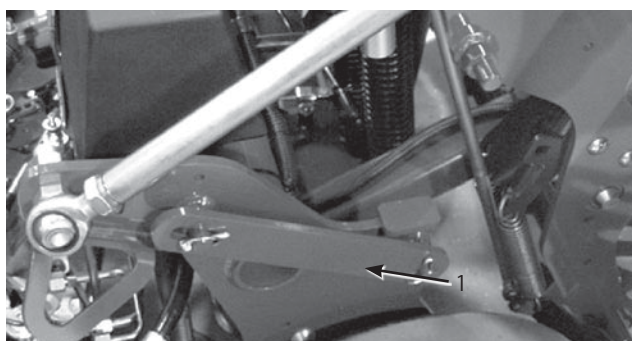

図21
2. ラッチを止めているクリップ・リングを外す (図21)。
3. ラッチを後ろ向きに回転させて、コアリング・ヘッドのピンにはめ込む (図21)。クリップ・リングで固定する。